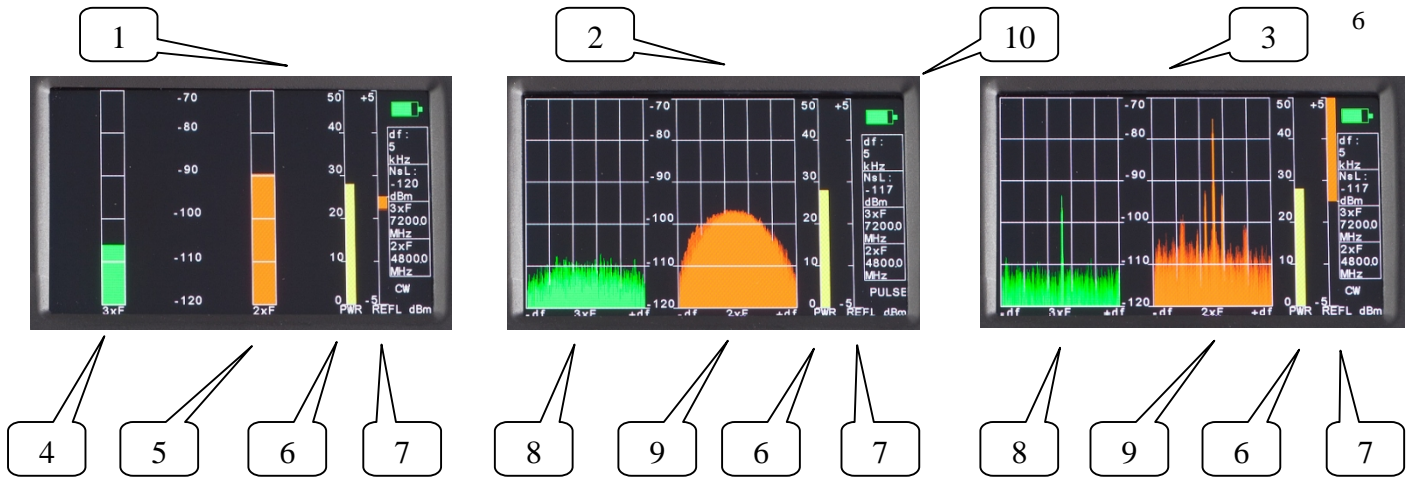

Рис.3, где
4.3. Сменный антенный модуль с анализатором спектра (модификации //08с и //24с) осуществляет индикацию на графическом дисплее. На рис. 3 показаны возможные формы представления уровня мощности передатчика, уровней принимаемых сигналов второй и третьей гармоник, спектров принимаемых сигналов второй и третьей гармоник, уровня отраженного сигнала первой гармоник.